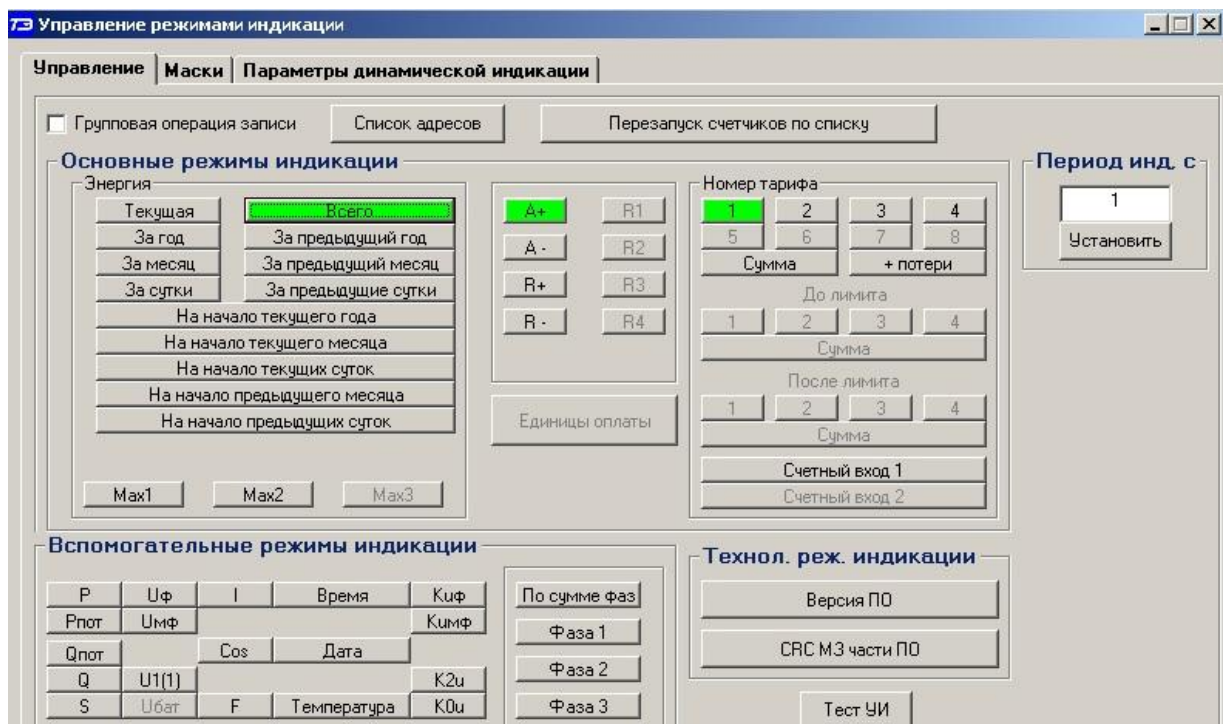

Рисунок 28 – Форма «Управление режимами индикации», вкладка «Управление»
17.2 Тест устройства индикации включается по кнопке «Тест УИ», расположенной на поле формы «Управление режимами индикации» вкладки «Управление» (рисунок 28). При этом включаются все элементы индикации ЖКИ на время 5 с для визуальной проверки работоспособности индикатора. Спустя 5 с индикатор возвращается в прерванный режим индикации. Включение тестового режима устройства индикации возможно только со вторым уровнем доступа.